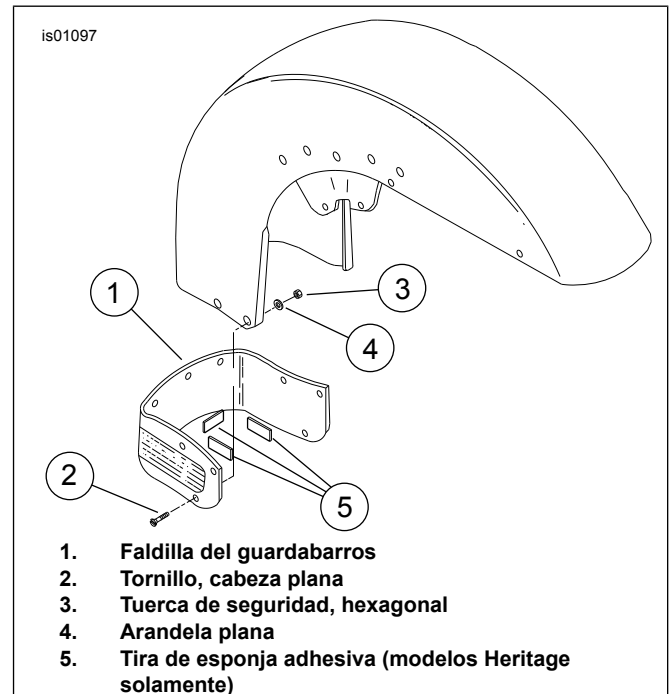

Figura 1. Faldilla del guardabarros delantero y elementos de sujeción de armado
1. Vea la Figura 1. Quite los sujetadores (2) de la faldilla de fábrica del guardabarros.